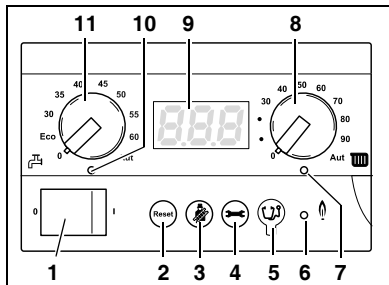

Fig. 9 Basiscontroller BC10
- Tænd for panelafbryderen (fig. 9, **pos. 1**) på BC10 (position "1").
- Tryk på tasten "Statusvisning" (fig. 9, **pos. 4**) , indtil anlægstrykket ("P1.Б") vises i displayet (fig. 9, **pos. 9**). Se endvidere kapitel 5.1.1, "Menuen Normal drift", side 38.